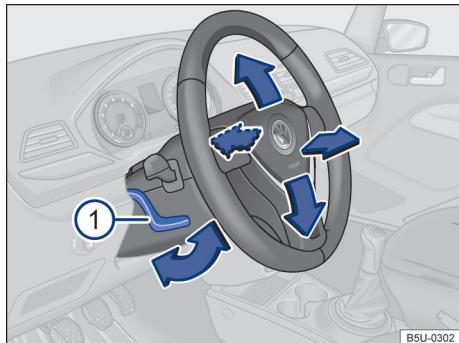

Fig. 54 Embaixo e a esquerda do volante junto com o revestimento da coluna de direção: alavanca de ajuste da posição do volante.
- Empurrar a alavanca → Fig. 54 ① para baixo e colocar o volante na posição desejada.